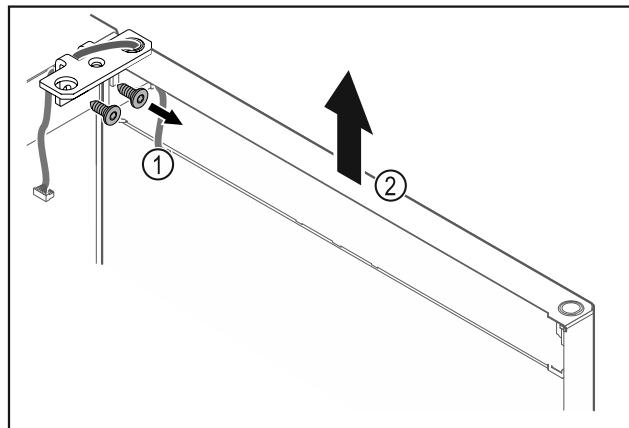

Fig. 24
- Skru hængselvinklen Fig. 24 (1) af.
- Løft døren og hængselvinklen Fig. 24 (2) ca. 200 mm lige op, og tag dem af.